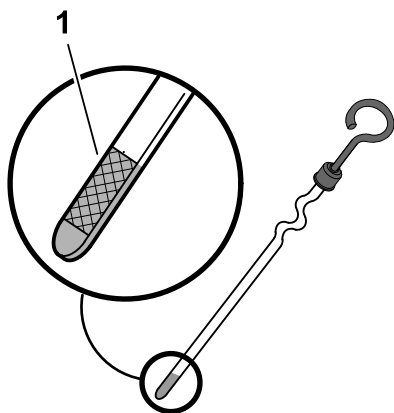

Figura 30
4. Introduzca la varilla a fondo en el tubo de la varilla (Figura 30).